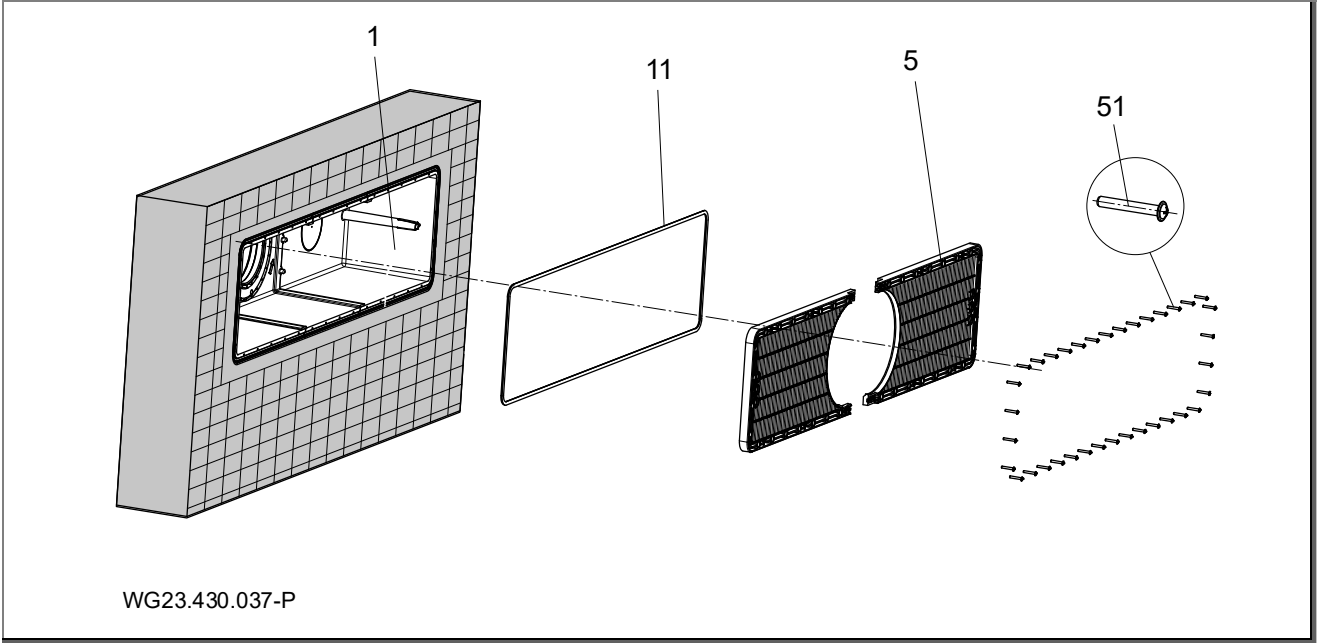

图 8
用环氧树脂砂浆在与泳池混凝土墙面相连的外罩外壁 (1) 上制作一条环绕密封圈。参阅"图 8"，第18页。